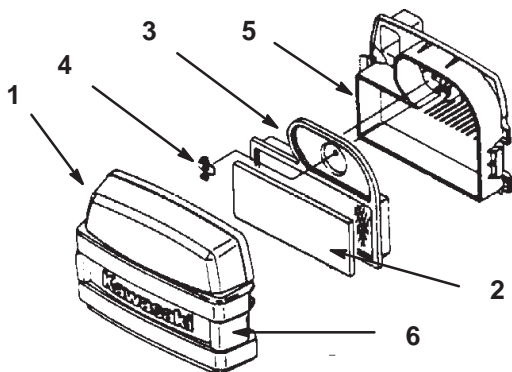

Figure 31
3. Nettoyez la surface autour du filtre à air pour éviter que des impuretés ne s'introduisent dans le moteur et l'endommagent. Dégagez les deux fixations latérales et déposez le couvercle du filtre à air (Fig. 31).
4. Sortez délicatement l'élément en mousse de l'élément en papier (Fig. 31).
5. Dévissez l'écrou papillon et retirez l'élément en papier (Fig. 31).
1. Lavez l'élément en mousse dans de l'eau chaude additionnée de savon liquide (Fig. 31). Rincez soigneusement l'élément une fois propre.
1. Glissez délicatement l'élément en mousse dans l'élément en papier (Fig. 31).
2. Posez l'ensemble filtre à air sur sa base et installez l'écrou papillon (Fig. 31).
3. Reposez et verrouillez le couvercle du filtre à air (Fig. 31).